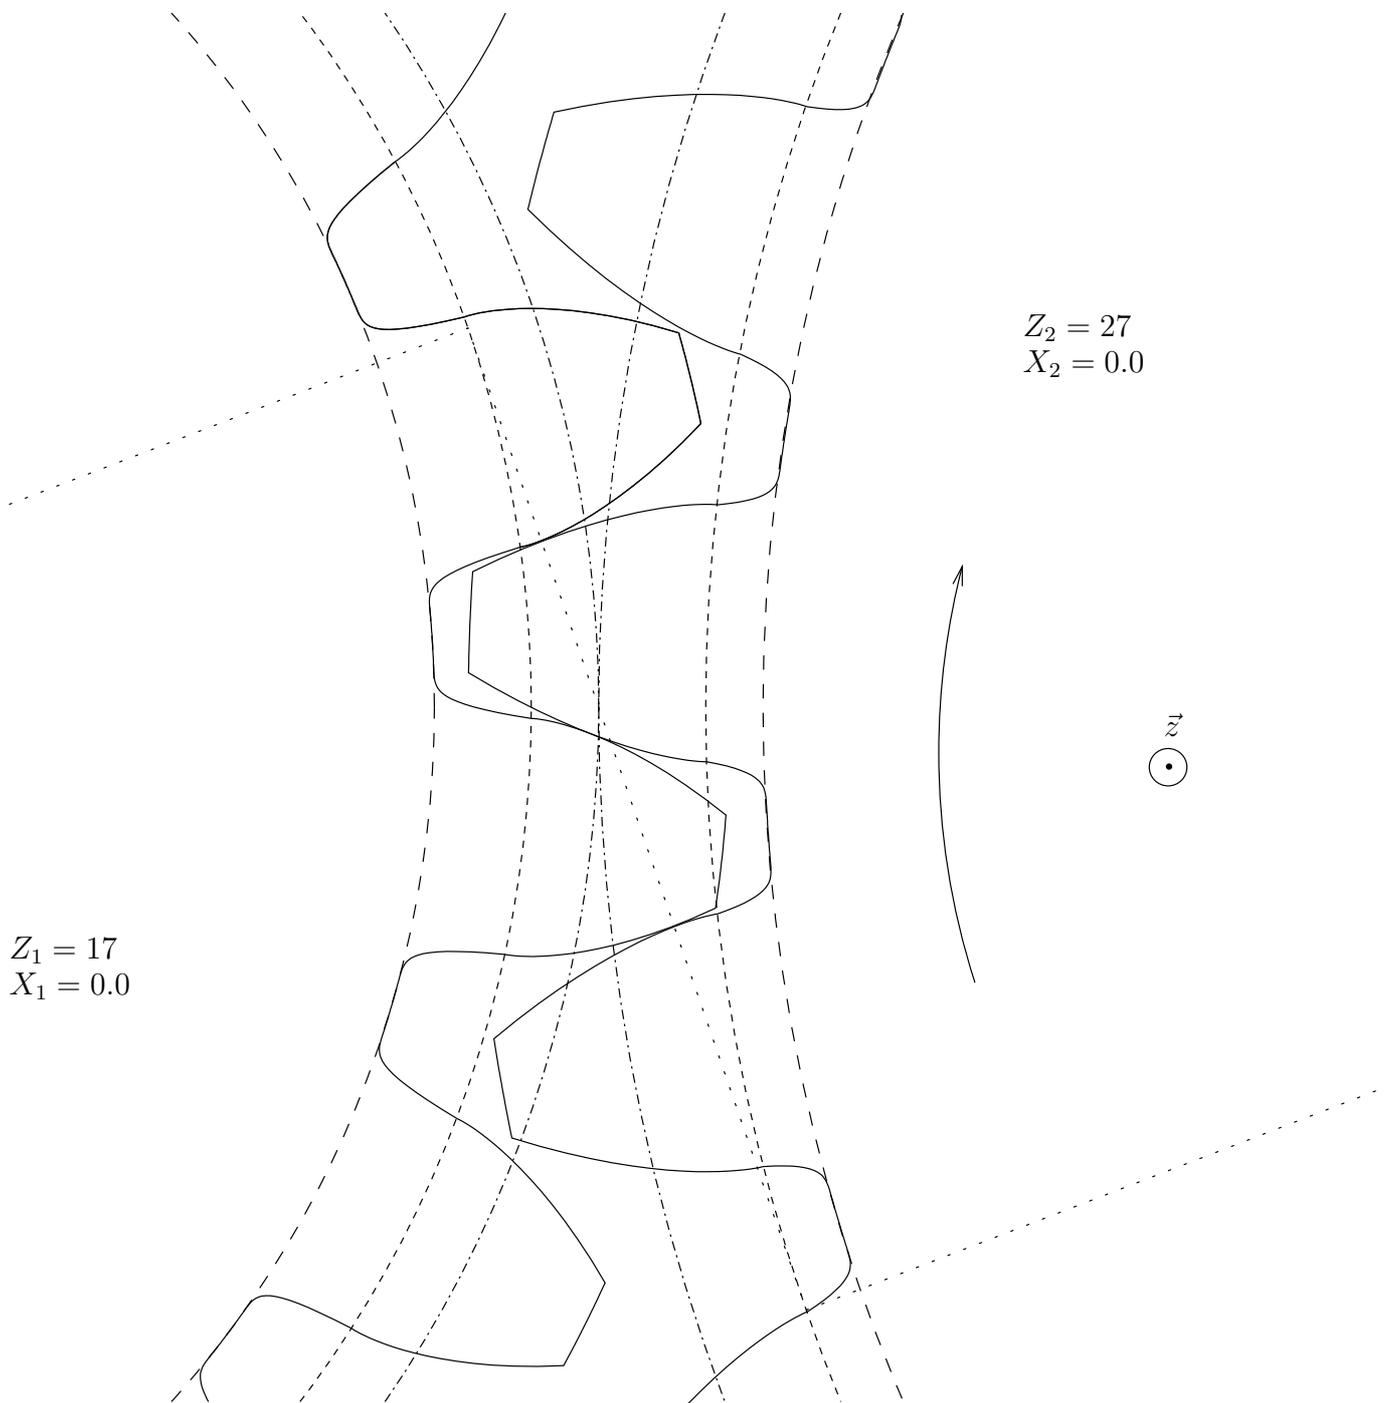

FIG. 1 – Représentation du contact au niveau d'un engrenage (module 2 mm _ aucun déport)
Les FIG. 1 et 2 représentent un zoom de 2 engrenages entre 2 roues de module $m_0 = 2$ mm et de nombres de dents $Z_1 = 17$ et $Z_2 = 27$.
Sur ces figures, les roues menantes (2) tournent à $\Omega_2 = 2500$ tr/mn - par rapport au bâti (0) - dans le sens des aiguilles d'une montre indiqué : $\vec{\Omega}(2/0) = -\Omega_2 \vec{z}$. Le vecteur unitaire \vec{z} est perpendiculaire au plan des FIG. 1 et 2 et sort de la feuille.
Sur la FIG. 1, le déport de denture des deux roues est nul : $X_1 = 0.0$ et $X_2 = 0.0$.